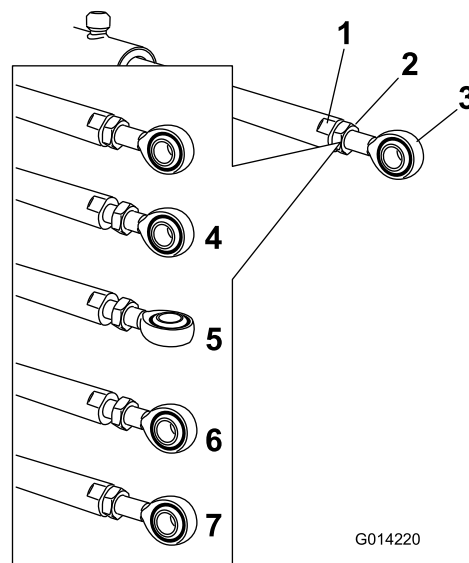

Figura 106
5. Utilizzate una chiave sui lati piatti dell'asta dell'attuatore per immobilizzarla, poi allentate il controdado per consentire la regolazione dell'asta dell'occhiello (Figura 106).
6. Girate l'asta dell'occhiello nell'asta dell'attuatore per accorciare o allungare l'attuatore esteso nella posizione desiderata (Figura 106).